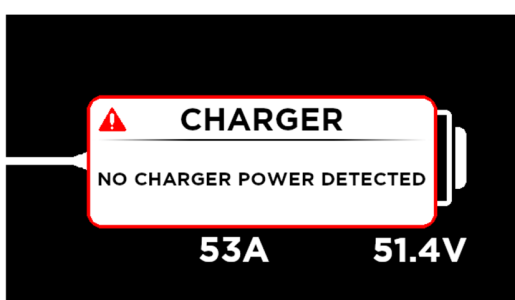
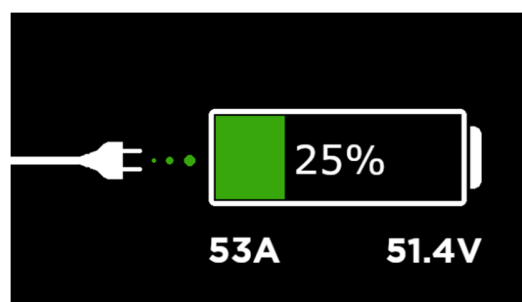

Fig. G1
Fig. G2
- En fejlkode "**INGEN OPLADER STRØM DETEKTERET**" kommer op på skærmen, indtil opladeren tændes (Fig. G1). Hvis ladetilstanden er over 95 %, vises fejlkoden ikke. Fejlkode forsvinder, når opladeren er tilsluttet, og skærmen viser ladestrøm, ampere og display batterispænding (Fig. G2). Displayet slukker automatisk efter 15 minutter, men opladeren fortsætter med at oplade. For at vække displayet under opladning for at se den aktuelle opladningstilstand skal du trykke på trykknappen start og displayet tændes igen, eller tryk igen for at slukke displayet.